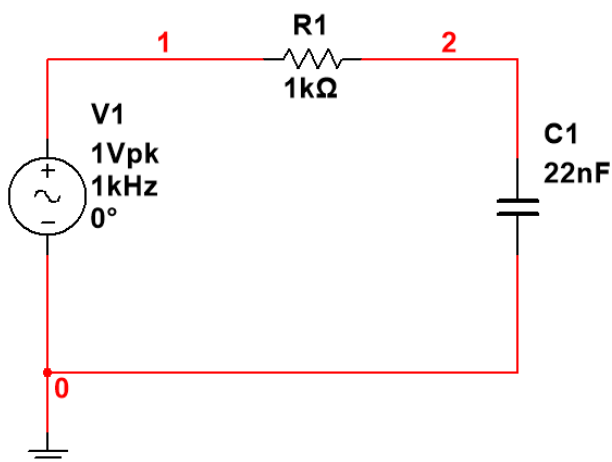

图 6 一阶 RC 低通电路频率特性的测试
(1) 建立电路如图 6。输入信号取信号源库 (Sources) 中的交流电压源 (AC Voltage Source)，双击图标，将其电压设置为 1V，频率设置为 1kHz。